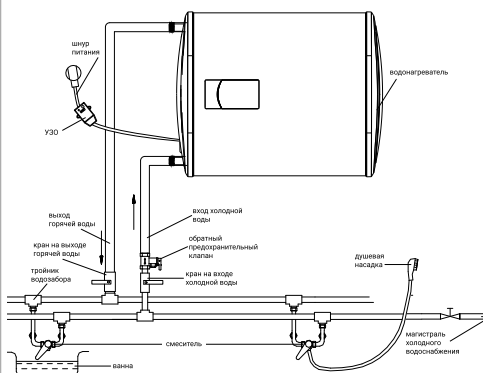

Рис. 9
1. Установка водонагревателей серий Smalto, Smalto DL существенно облегчается возможностью установить их как вертикально, так и горизонтально в любом месте вашего дома, в отапливаемом (!) помещении. Желательно установить водонагреватель как можно ближе к месту использования горячей воды, поскольку чем меньше длина труб, тем меньше потери тепла. Как показано на рис. 9, при горизонтальной установке водонагревателя трубы подводки должны быть расположены слева. При установке водонагревателя рядом со стеной, оставьте рекомендованное свободное пространство для технического обслуживания. Не устанавливайте водонагреватель на горизонтальной поверхности и вплотную к полу.